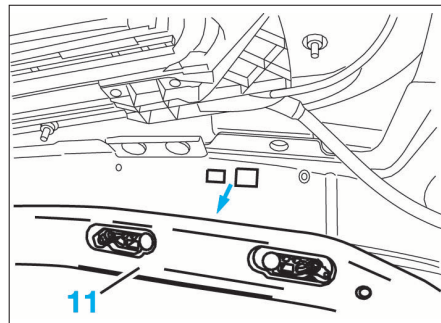

FIG. 15
- Tirer vers soi l'ensemble du rideau (11) (Fig.15) pour le déclipper en partie centrale.